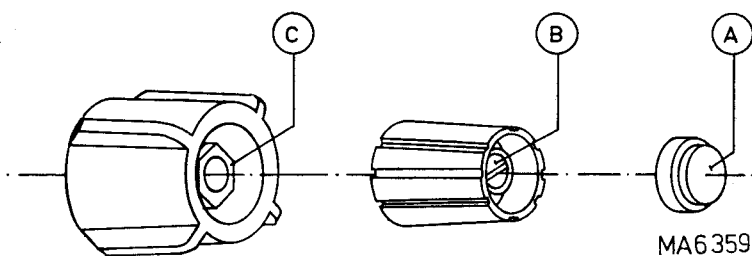

Abb. 7. Entfernung der Knöpfe
B. ENTFERNUNG DER KNÖPFE (Abb. 7)